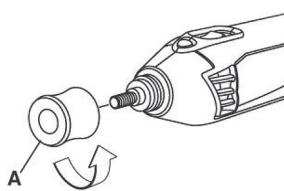

Рис. 3
1.Открутите против часовой стрелки защитный колпачок «А» (рис. 3).